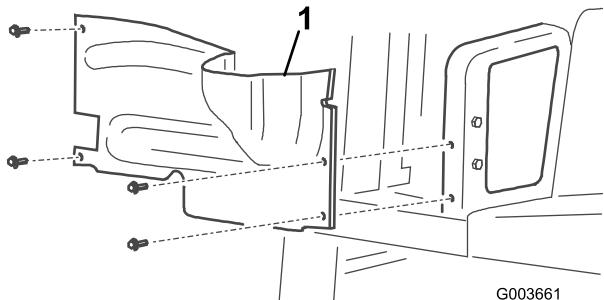

Figura 2
- Rimuovere i 4 bulloni che bloccano la copertura della ruota destra al telaio e rimuovere la copertura (Figura 2).